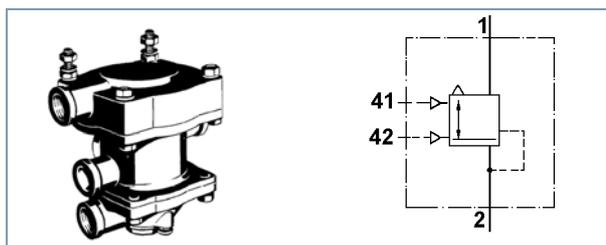

Fig. 1 Valve de commande de remorque 973 002 ... 0 / symbole de fonction
- Raccorder l'appareil aux raccords du banc d'essai (voir fig. 1) ou selon le schéma de contrôle.